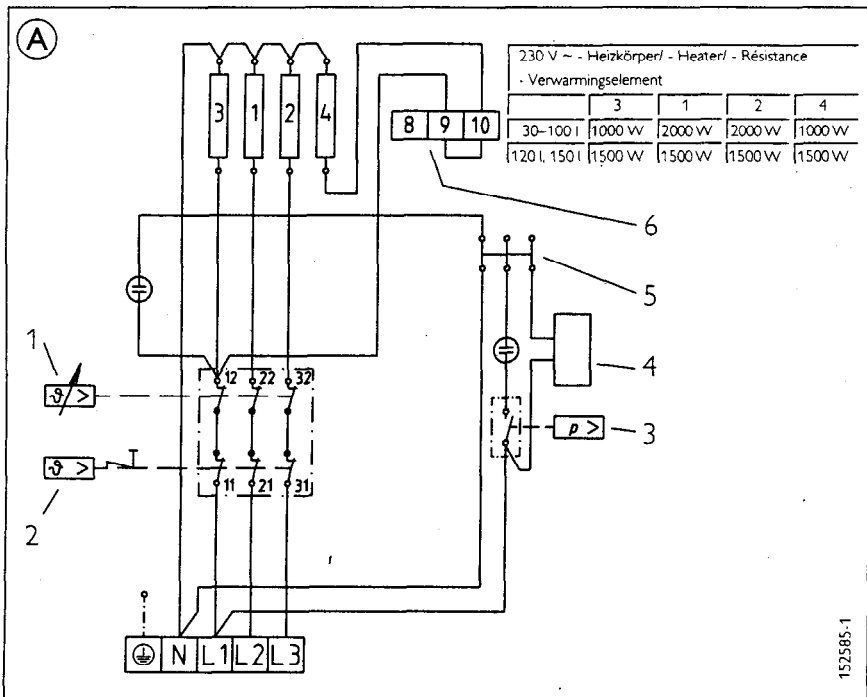

Abb. 14/ Fig. 14/ Afb. 14
(A) Schaltung, Abb. 14
(A) Circuit diagram, Fig. 14
(A) Schéma, fig. 14